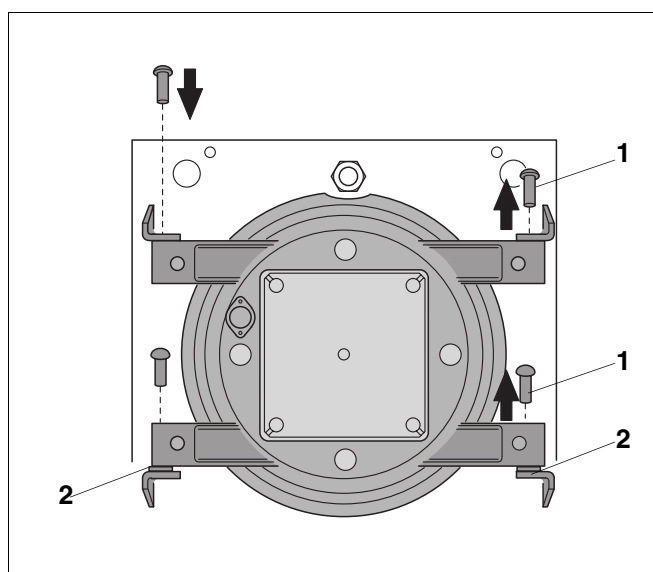

Fig. 18 Ændring af dørophæng
- Tryk hængselboltene ud af hængslet nedefra og op (fig. 18, **pos. 1**).
- Isæt underlægsskive og de to hængselbolte på den modsatte side (fig. 18, **pos. 2**). Husk underlægsskiven!